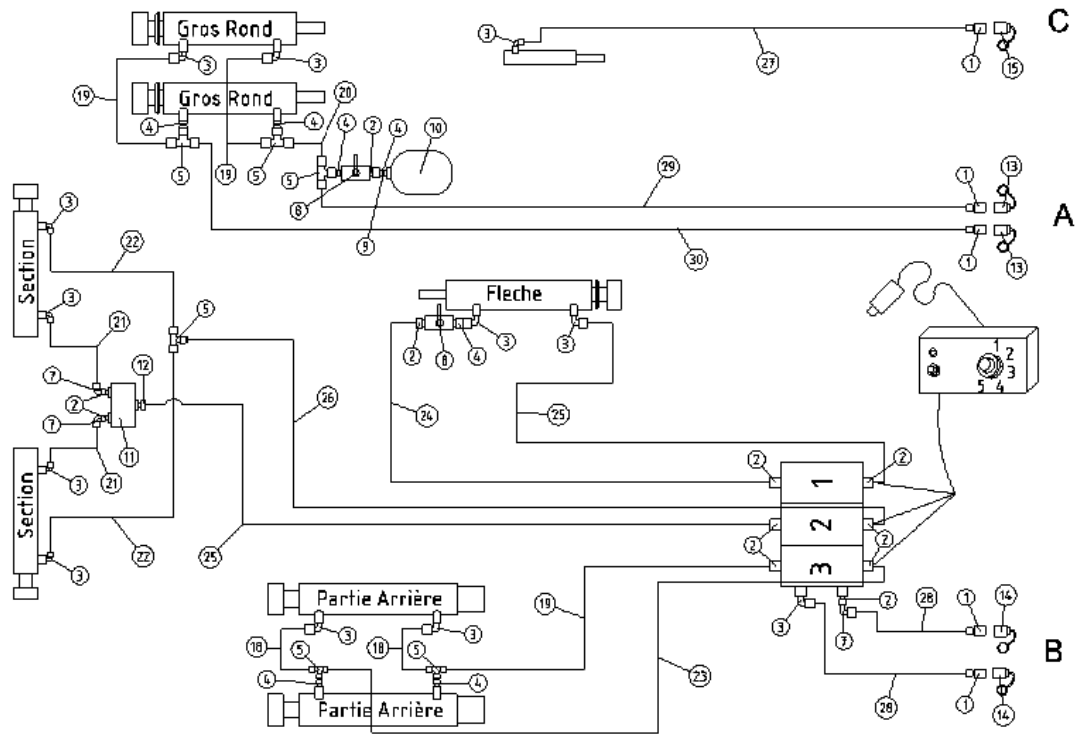

Рисунок 2. Гидравлическая схема.
- гидравлический распределитель двойного действия А (рис. 2): управление опорными колесами агрегата (синий).